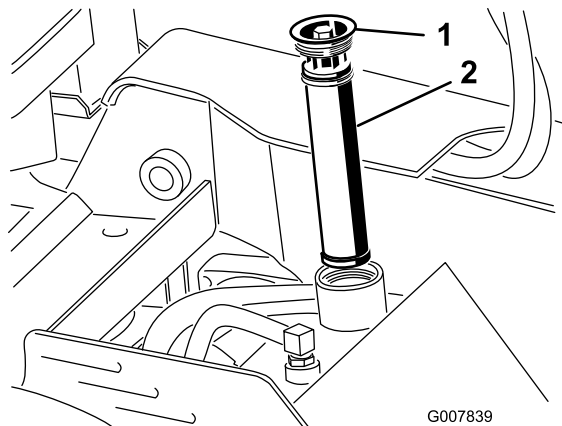

Figura 54
5. Limpie la zona alrededor del cuello de llenado del depósito de aceite hidráulico, y retire el tapón y el filtro del cuello de llenado usando una llave de tubo (Figura 54).
5. Retire el tapón de llenado del depósito hidráulico y el filtro (Figura 54).
10. Instale el filtro hidráulico y el tapón de llenado (Figura 54) y apriete el perno del tapón a entre 13 y 15,5 N·m.